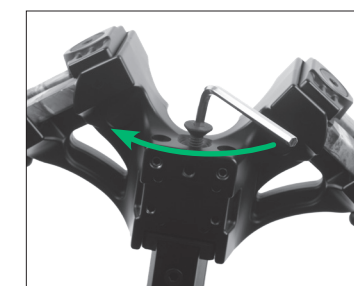

FIGURA 3
- 6** Instale y apriete el perno de la empuñadura (Parte F) con la llave hexagonal grande (Parte H). A medida que aprieta el perno, las palas y el conjunto de la empuñadura deben quedar al ras de la tapa de la junta. Apriete el cerrojo de la empuñadura hasta abajo. Vea la Figura 3.